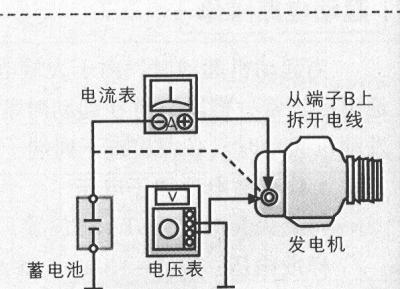

图2-3 不加载检查充电线路
2) 如果没有检测仪, 则按下述步骤把电压表连接到充电线路(见图2-3)中:
① 把导线从发电机端子B上拆开, 接到电流表负极(-)。
② 把电流表正极(+)与发电机端子B连接。
③ 把电压表正极(+)与发电机端子B连接。
④ 把电压表负极(-)搭铁。